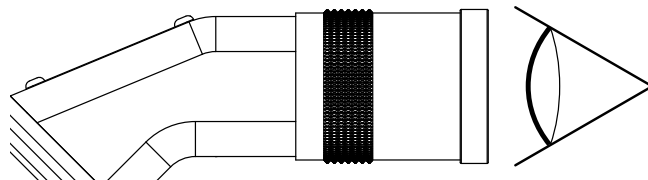

图 37. 取景器
10. 在光学镜筒上, 使用分划板调焦器聚焦标记 (请参阅图 37)。